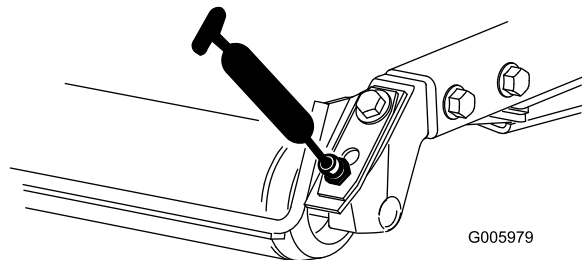

Рисунок 28
- Задние роликоподшипники (2 на режущий блок) (Рисунок 28)